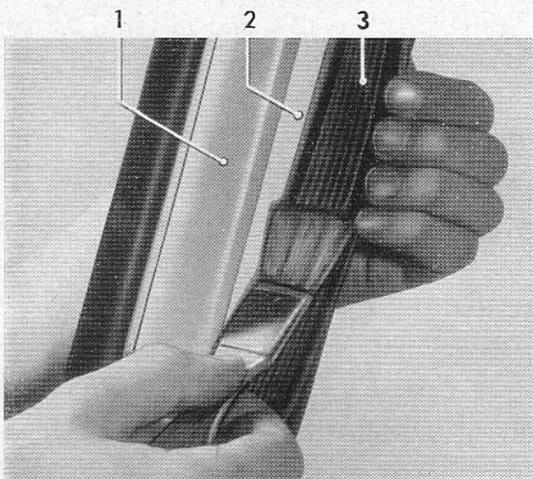

Bild 47 – Fensterabdichtgummi im Fensterrahmen an- kleben
5. Gummiabdichtung an der Türfensterrahmen-Innenseite anheben, rundum mit Gummi- kleber L 002 407/4 bestreichen (Bild 47) und in Türfensterrahmen einkleben.